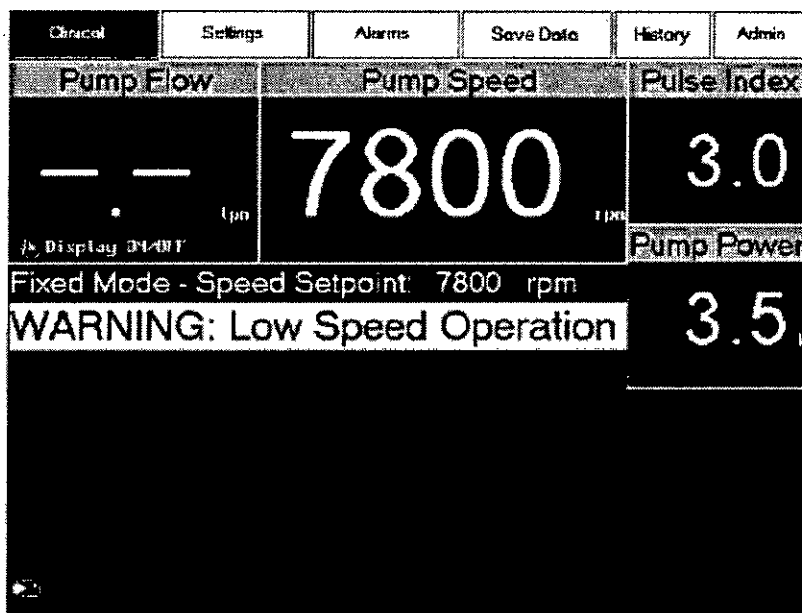
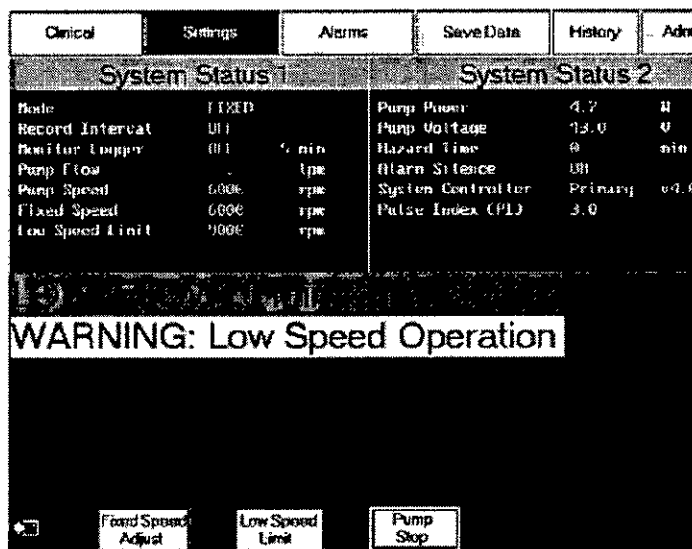

Figura 39 Pantalla Clínica durante la puesta en marcha inicial de la bomba (típica)
Figura 40 Pantalla de configuración durante la puesta en marcha inicial de la bomba (típica)
8. Inicie el flujo de la bomba a 6.000 rpm pulsando el botón Pump Start en la pantalla de configuración. El mensaje de alarma Pump Off debe desaparecer y el mensaje Low Speed Operation debe aparecer. La **Figura 39** y la **Figura 40** ilustran las típicas pantallas Clínica y de Configuración, que aparecerán en el Monitor del sistema una vez que la bomba esté funcionando.